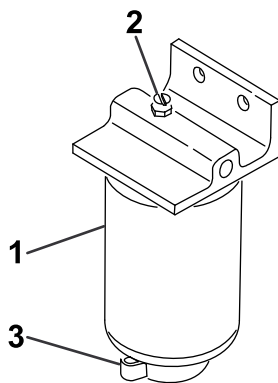

Figura 58
2. Liberte a válvula de escoamento que se encontra na zona inferior do recipiente do filtro (Figura 58).
1. Limpe a zona de montagem do recipiente do filtro (Figura 58).